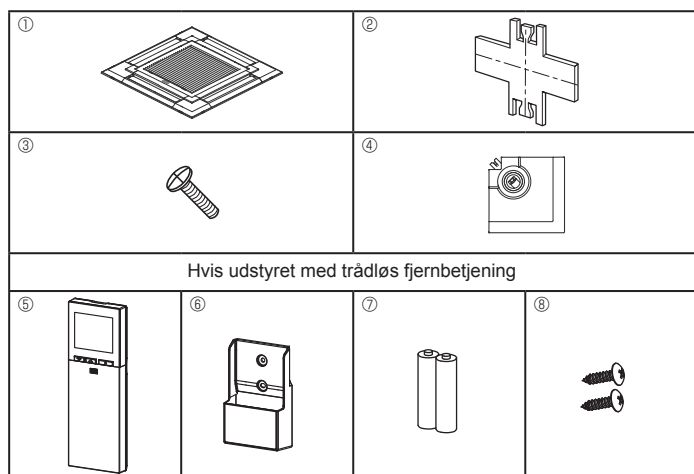

Fig. 9-1
9.1. Kontrol af indholdet (Fig. 9-1)